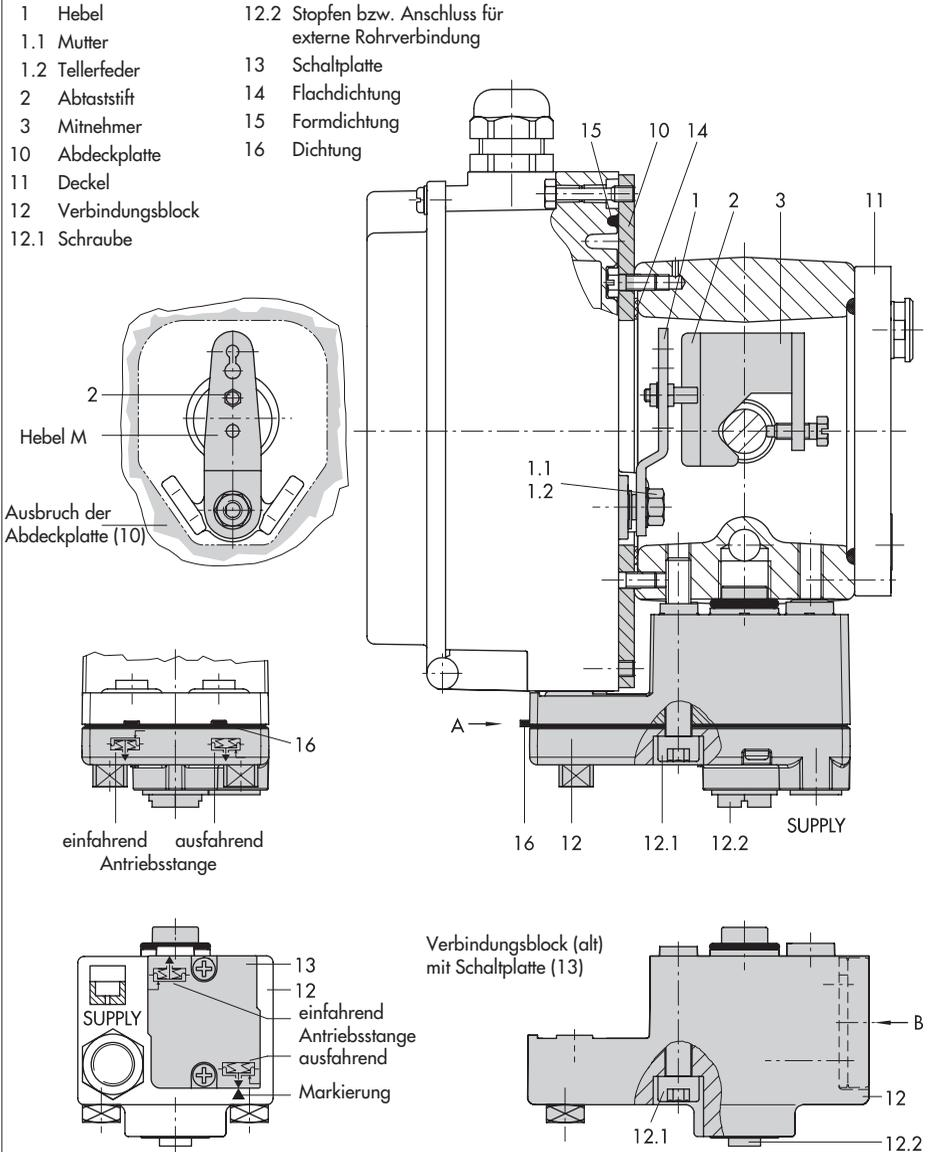

Bild 4 · Direktanbau – Stelldruckanschluss für Antrieb Typ 3277 mit 240, 350 und 700 cm²
1. Mitnehmer (3) an die Antriebsstange setzen, ausrichten und so festschrauben, dass die Befestigungsschraube in der Nut der Antriebsstange sitzt.
2. Abdeckplatte (10) mit schmaler Seite des Ausbruches (Bild 4 links) in Richtung zum Stelldruckanschluss befestigen, die aufgeklebte Flachdichtung (14) muss zum Antriebsjoch zeigen.
3. Bei Antrieben mit 700 cm² am Hebel **M** (1) auf der Stellungsreglerrückseite den Abtaststift (2) aus Stiftposition **35** lösen und in die Bohrung für Stiftposition **50** umsetzen und verschrauben.
6. Kontrollieren, ob die Zunge der Dichtung (16) seitlich am Verbindungsblock so ausgerichtet ist, dass das Antriebsymbol für „Antriebsstange ausfahrend“ bzw. „Antriebsstange einfahrend“ mit der Ausführung des Antriebes übereinstimmt. Andernfalls müssen die drei Befestigungsschrauben entfernt, die Deckplatte abgehoben und die Dichtung (16) um 180° gedreht wieder eingelegt werden. Beim alten Verbindungsblock (Bild 4 unten) muss die Schaltplatte (13) so gedreht werden, dass das entsprechende Antriebssymbol zur Pfeilmarkierung ausgerichtet ist.
7. Verbindungsblock (12) mit seinen Dichtungen an Stellungsregler und Antriebsjoch ansetzen und mit Befestigungsschraube (12.1) festziehen. Bei Antrieb „Antriebsstange einfahrend“ zusätzlich den Stopfen (12.2) entfernen und die externe Stelldruckleitung montieren.
8. Deckel (11) auf der Gegenseite montieren. Dabei unbedingt darauf achten, dass im eingebauten Zustand des Stellventiles der Entlüftungstopfen nach unten zeigt, damit evtl. angesammeltes Kondenswasser abfließen kann.